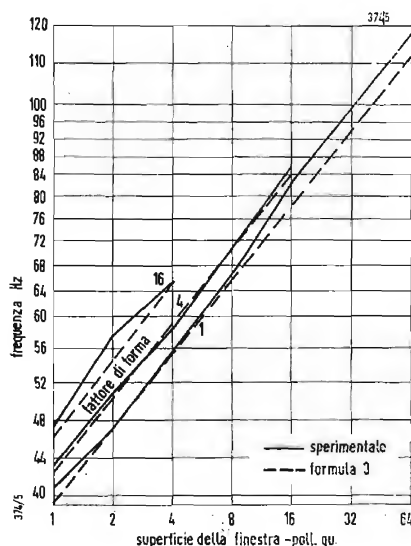

Fig. 3
La fig. 3 illustra la relazione fra l'area della finestra e la frequenza di risonanza.
che nella fig. 3 è rappresentata da una linea tratteggiata che si avvicina molto alla linea continua corrispondente alle misure ottenute in pratica con una finestra quadrata (fattore di forma = 1). Le altre due coppie di linee rappresentano i valori calcolati teoricamente e misurati in pratica per i fattori di forma 4 e 16. La corrispondenza fra valori calcolati e misurati è molto buona e ciò è una conferma della validità della formula (2), compresa l'ipotesi  $L = 0$ .
Le linee tratteggiate della fig. 3 sono state calcolate in base alla formula (3).
◀ Fig. 3